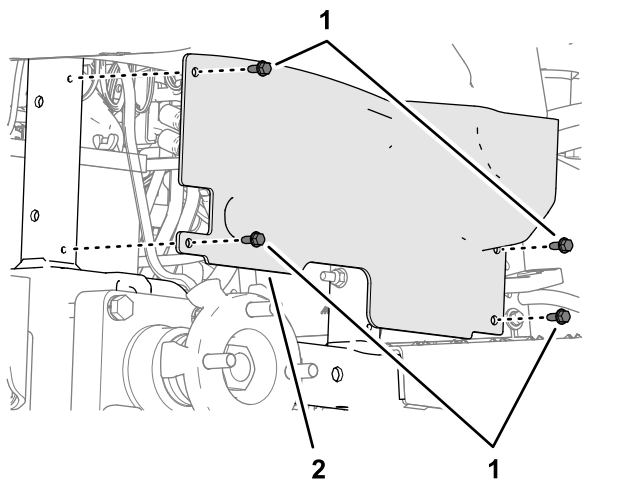

**Figure 30**
2. Retirez les 4 écrous qui fixent la roue au moyeu, puis déposez la roue complète (pneu et jante) (Figure 30).
7. Montez la roue complète sur les goujons du moyeu (Figure 30) à l'aide des 4 écrous de roue que vous avez retirés à l'opération 2, et serrez les écrous à la main.